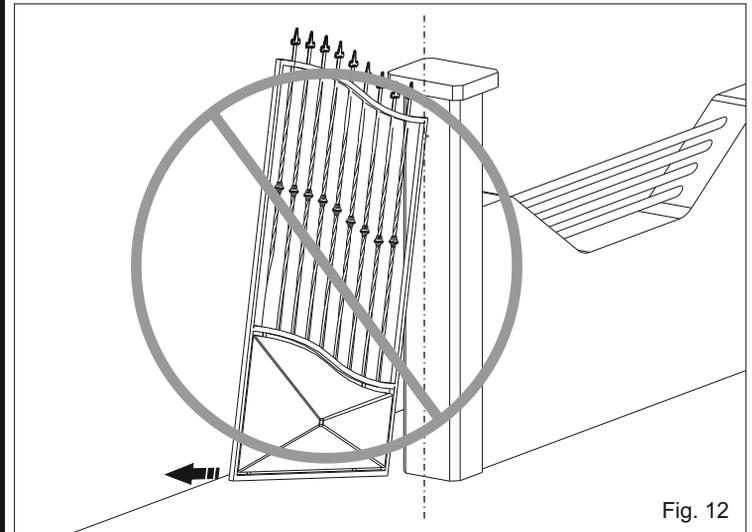
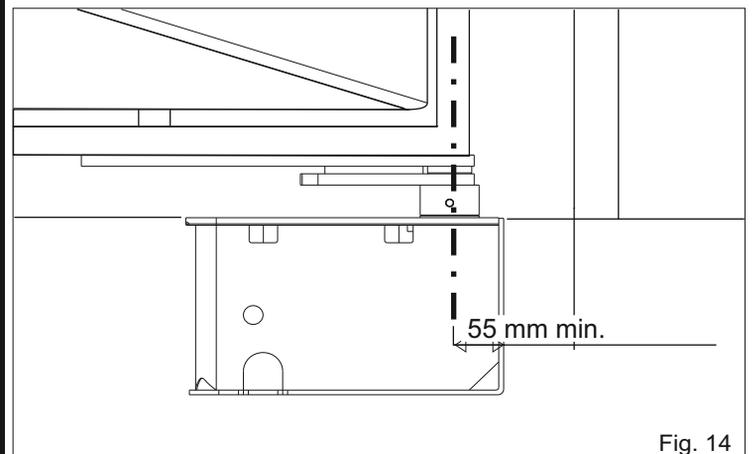

Fig. 12
Fig. 14
3.3. Faire beaucoup d'attention de ne pas positionner le vantail au dehors des axes (Fig. 12 et 13), mais faire de manière que l'arbre coïncide avec l'axe de rotation de la charnier en tenant compte que la distance minimum de la colonne est de 55 mm (Fig. 14)